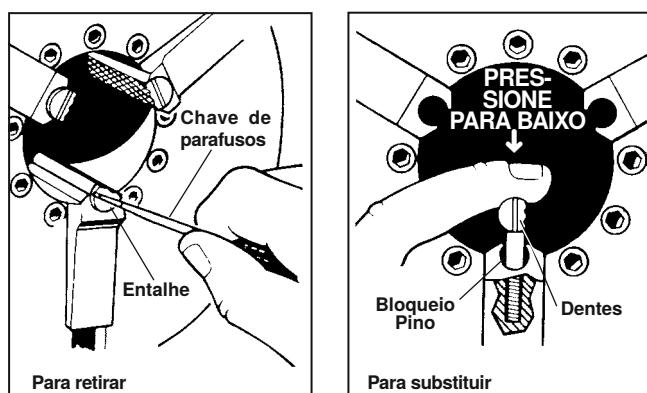

Figura 31 – Substituição dos insertos dos mordentes
1. Coloque a chave de parafusos na ranhura do entalhe e rode 90 graus em qualquer direção. Retire o entalhe (*Figura 31*).
2. Insira o entalhe lateralmente no pino de bloqueio e pressione o máximo possível para baixo (*Figura 31*).